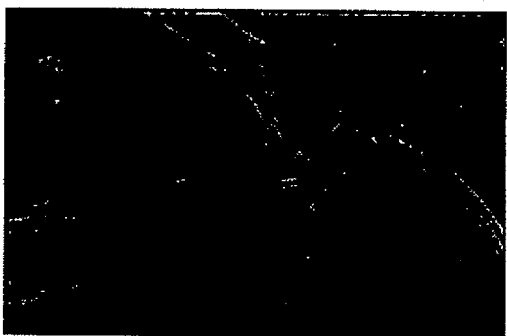

Fig. 5-25: Retirada de la bolsa de aspiración
Retire la bolsa de aspiración llena del recipiente de aspiración agarrándola en el estribo (N) (Fig. 5-25).